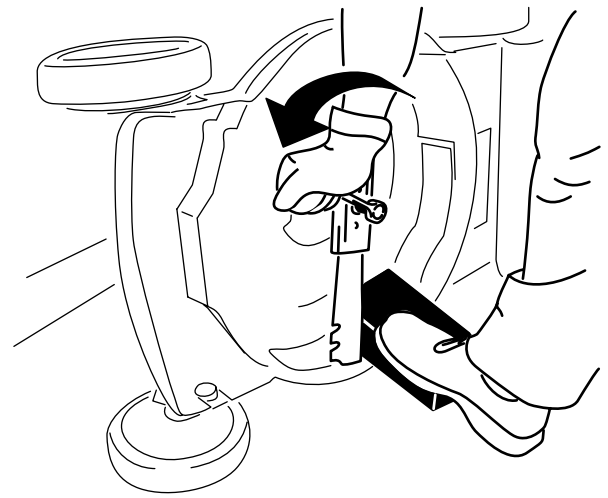

Figure 33
3. Immobilisez la lame avec un morceau de bois (Figure 33).
4. Déposez la lame mais conservez les fixations (Figure 33).